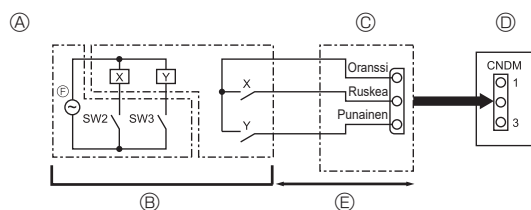

Fig. 9-2
9.2. Tarvetoiminto (muutostyö paikan päällä) (Fig. 9-2) (vain ilmastointilaitteille)